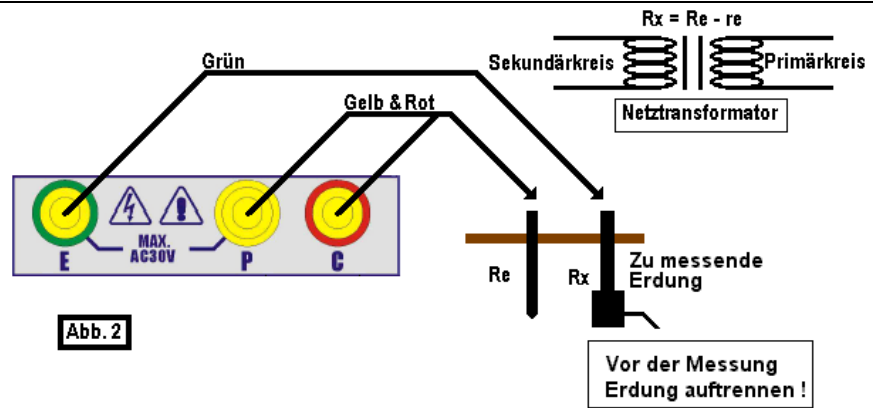

Abb. 2
- Grüne Messleitung E an den zu messenden Erder und die gelb/rote Messleitung P & C wie in der Abb. 2 gezeigt an den Hilfserder anschließen.